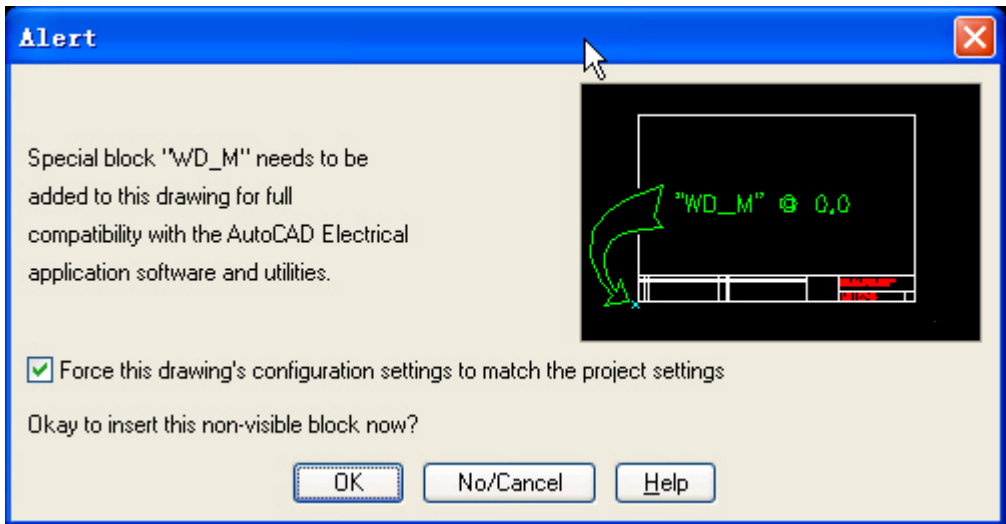

图 4-1
3、单击 ACE 工具条上的图形配置  按钮，弹出一警告对话框如图 4-1。因为刚才所用的模板 Acad.dwt 是 AutoCAD 的模块，不带有电气智能，ACE 发现后要求强制插入一个特殊块到此图中，这个块特殊块 WD_M 是不可见，图形配置的参数实际上就是存到这个块的属性中了。此处必须单击确定按钮，至于图中的选择项“强制此图形的设置与当前项目相同”则可选可不选。WD_M.dwg 文件在 GB 库目录下。